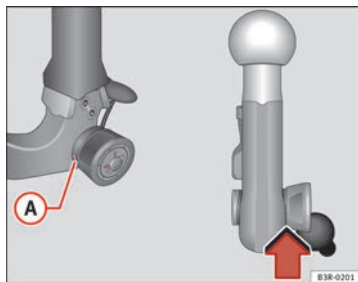

Fig. 172 Dispositivo desmontable para remolque: Comprobación de seguridad
- Compruebe si la marca verde **A** ⇒ fig. 172 de la rueda moleteada se encuentra en la zona negra de la rótula.